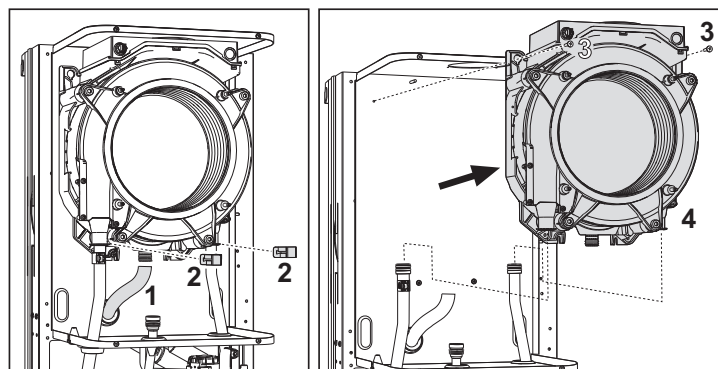

рис. 33- Основной теплообменник
- Снимите 2 верхних винта "5" крепления теплообменника к раме (рис. 33).
- Снимите 2 нижних винта "5" крепления теплообменника к раме (рис. 33).